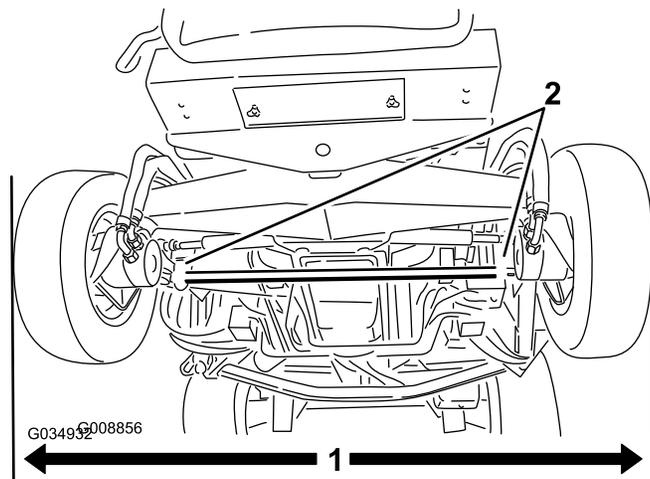

Рисунок 118
расстояние (на высоте моста) в передней и задней частях задних шин (Рисунок 118).
2. Для регулировки схождения ослабьте зажимы на обоих концах поперечных тяг (Рисунок 118).